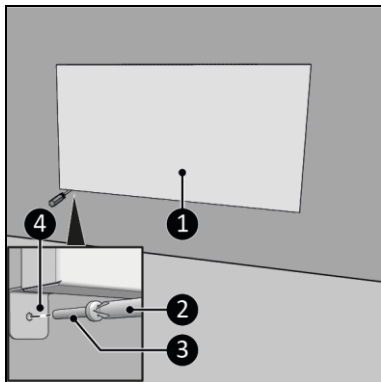

Figura 13
14. Așezați dispozitivul (Figura 13, poz. 2) înapoi pe suporturile de perete (Figura 13, poz. 1).
15. Însurubați și strângeți suporturile dispozitivului (Figura 13, poz. 4) cu un șurub mare (Figura 13, poz. 3) pe perete (Figura 13, poz. 3), folosind o șurubelniță Phillips (Figura 13, poz. 2).